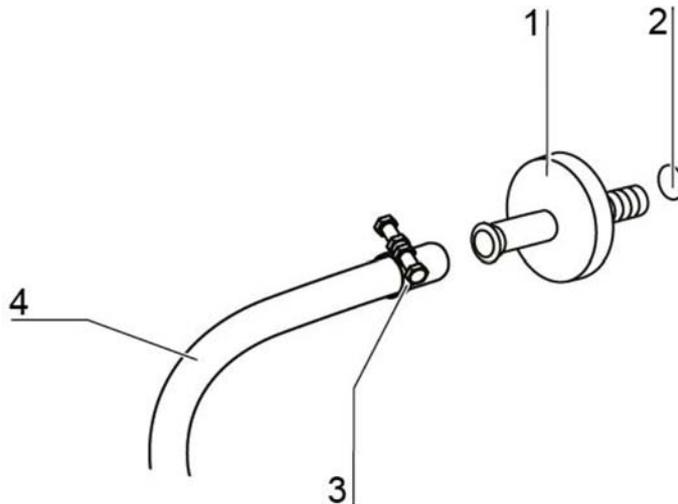

Figura 9-8. Montar el filtro de entrada de gas
2. Suelte la abrazadera (3/Figura 9-8).
3. Reitre el tubo flexible de gas (4/Figura 9-8) del racor de empalme del filtro de entrada de gas.
4. Desatornille el filtro de entrada de gas (1/Figura 9-8) del casquillo con rosca interior (2/Figura 9-8).